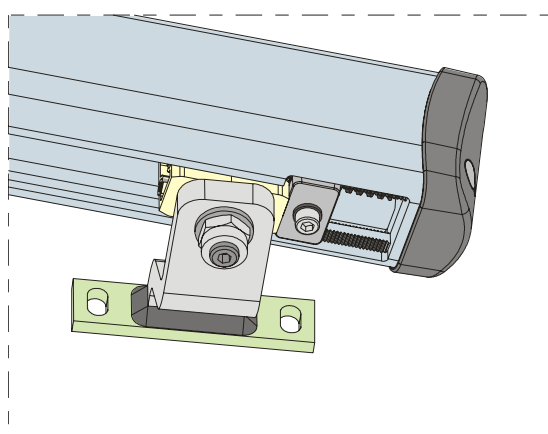

Fig. 20
- 4) Spostare l'arresto in prossimità dell'attacco come indicato in Fig.20.